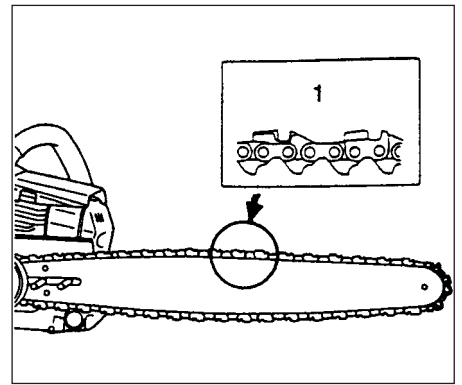

Fig.1-2
2. Kontroller at retningen på sagkjedet (1) er riktig, som på figuren, og legg kjedet inn på tennene. (Fig. 1-2)